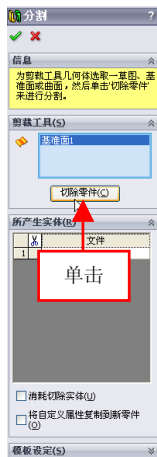

图 6-26 单击【切除零件】按钮
(3) 弹出信息提示框, 单击【确定】按钮, 弹出【分割】属性管理器, 在绘图区中, 选择基准平面对象, 单击【切除零件】按钮, 如图 6-26 所示。